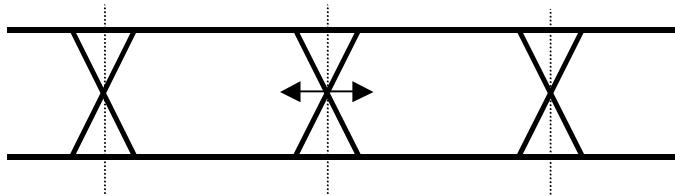

図5.1.1-2 Half Period Jitter 設定
- [10] データ出力信号の Half Period Jitter 設定を行います。この設定により、アイパターーンを観測した場合、図 5.1.1-2 のように Cross Point を時間軸方向に調整することができ、初期値 0 で隣り合うアイパターーンの幅が等しくなります。